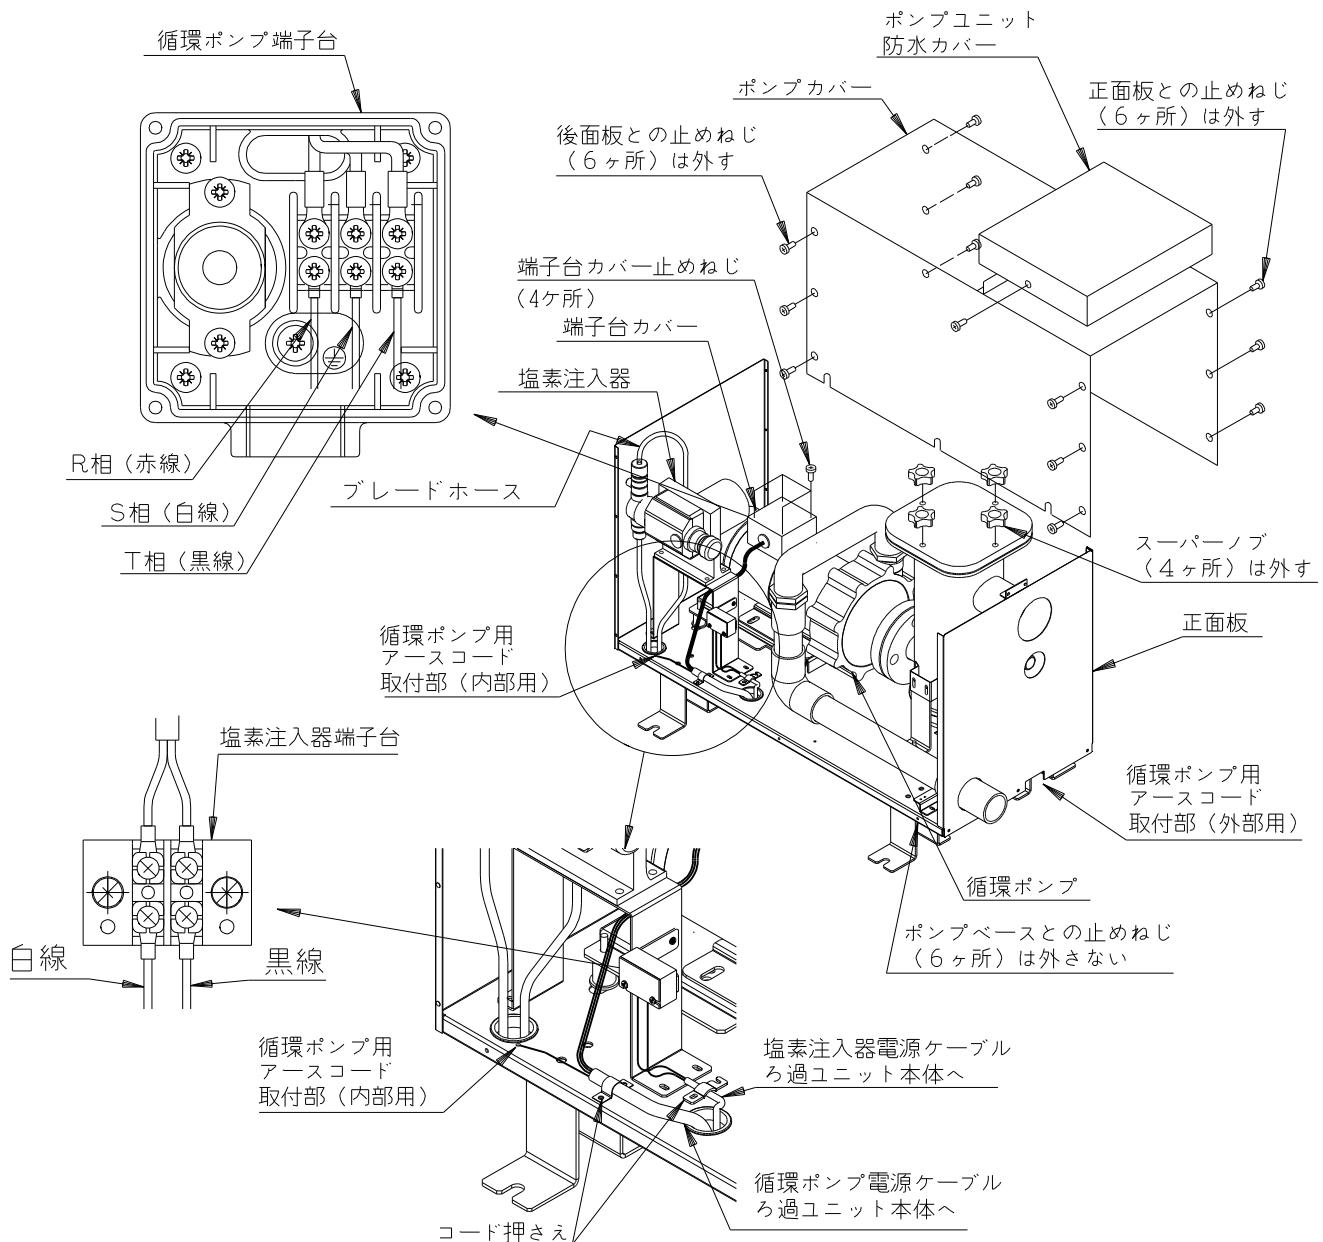

図5-6 ポンプユニット本体の電源ケーブル・アース線の接続
- ⑦ ポンプユニット防水カバーおよびポンプカバーを取り外す。（図5-6参照）
- ⑩ 循環ポンプ電源ケーブルのアース線をポンプベースにある循環ポンプ用アースコード取付部（内部用）（「循環ポンプアース用」と表示）に接続する。（図5-6）
※循環ポンプの電源ケーブルにアース線がないときはアースコード取付部（外部用）を利用して工事をしてください。（図5-6参照）
- ⑫ 循環ポンプの電源ケーブルを図のようにコード押さえで固定する。（図5-6参照）
- ⑬ 塩素注入器電源ケーブルを塩素注入器用端子台に接続する。